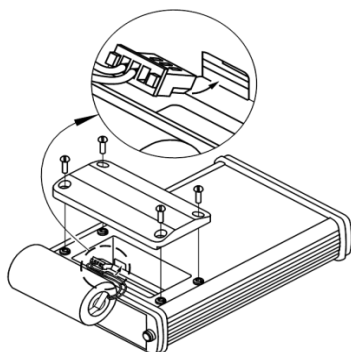

Рис. 10. Заміна батареї.
- провести заміну батареї відповідно до рис. 10;